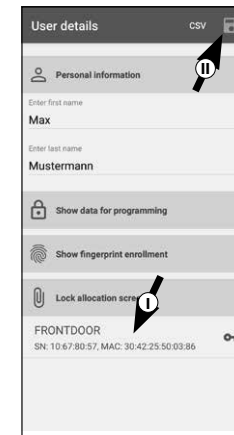

Abb. 72
- 5 Weisen Sie danach einen Zylinder zu, indem Sie ihn in der Liste der bereits registrierten Zylinder antippen (I) (Abb. 49) und speichern Sie Ihre Einstellungen durch Antippen des Diskettensymbols oben rechts (II) (Abb. 72).